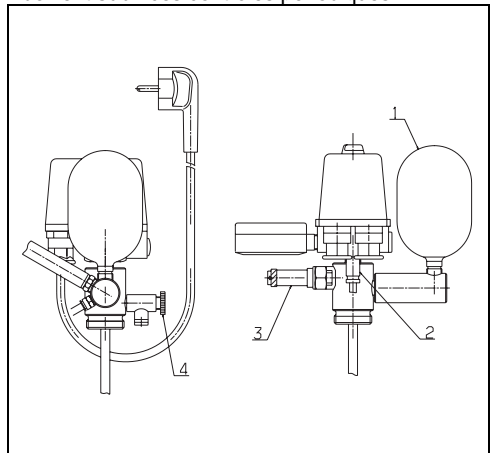

Fig. 3 : Démarrage sous pression
Conseil : le compresseur ne peut pas démarrer contre pression. C'est pourquoi il est équipé de série, soit d'une vanne mécanique de délestage (2) et d'un volume démarrage (réservoir facilitant le démarrage 1) (fig. 3), soit d'une électrovanne de décharge automatique